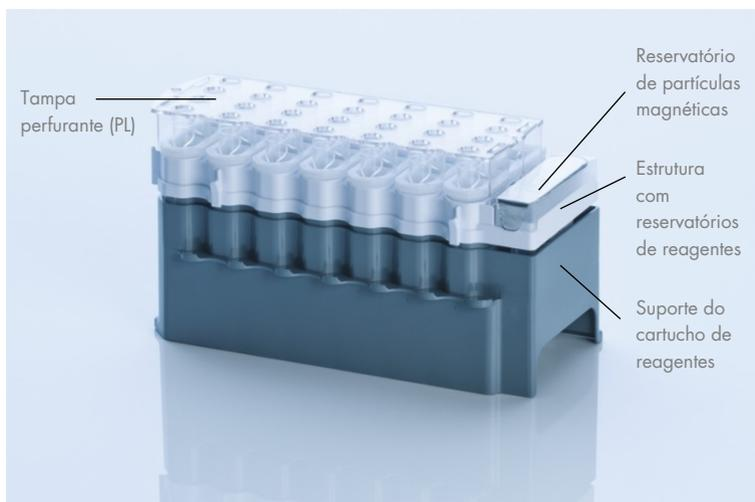

Figura 2. Cartucho de reagentes do QIAasymphony. O cartucho de reagentes contém todos os reagentes necessários para a execução do protocolo.
Os reagentes para a purificação de DNA estão contidos em um inovador cartucho de reagentes (Figura 2, na página 19). Cada reservatório do cartucho de reagentes contém um determinado reagente, como partículas magnéticas, tampão de ligação, tampão de lavagem ou tampão de eluição. Os cartuchos de reagentes parcialmente usados podem ser fechados com tiras de vedação reutilizáveis para serem usados posteriormente, o que evita a criação de resíduos devido a restos de reagentes no fim do procedimento de purificação.
Coloque o cartucho de reagentes no suporte do cartucho de reagentes. Antes de usar um cartucho de reagentes pela primeira vez, coloque a tampa perfurante (PL) no topo do cartucho de reagentes (Figura 2, acima).